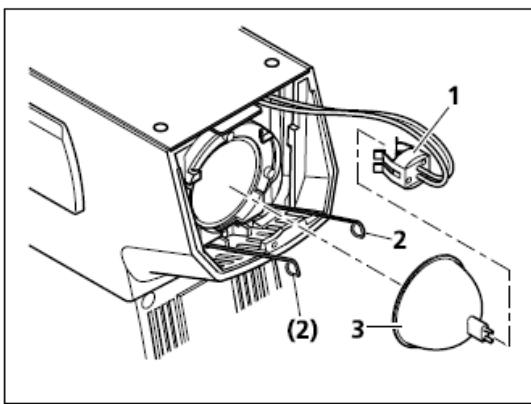

图. 3-21 取出 12V 50W 卤素灯泡
- | 拔下灯泡(图 3-21/3)上的连接线(图 3-21/1)
- | 将夹在灯泡上的弹簧夹(图 3-21/2)向下掰开
- | 取下要更换的灯泡(图 3-21/3)